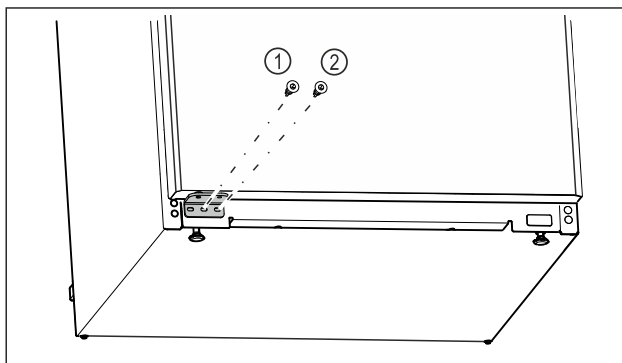

Fig. 25
- Înșurubați ferm șurubul din mijloc al suportului de lagăr Fig. 25 (1) cu șurubelnița Torx 20.
- Înșurubați ferm șurubul din interior al suportului de lagăr Fig. 25 (2) cu șurubelnița Torx 20.